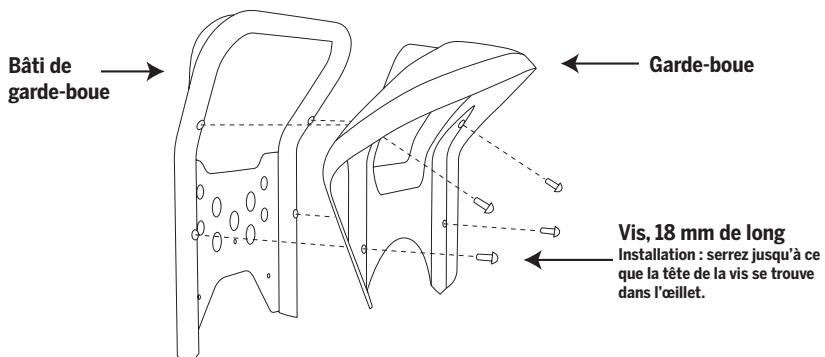

Figure 2. Retrait ou installation du garde-boue et du cadre du garde-boue
4. Pour retirer le garde-boue de son cadre, retirez les (4) vis de 18 mm à l'aide d'une clé hexagonale de 4 mm. Référez-vous à la figure 2.
5. Pour réinstaller le garde-boue sur le cadre, vissez les (4) vis de 18 mm de long (incluses dans ce kit) dans le garde-boue et dans le cadre du garde-boue. À l'aide d'une clé hexagonale de 4 mm, serrez jusqu'à ce que la tête de la vis se trouve dans l'œillet. Donnez ensuite encore $\frac{1}{2}$ ou 1 tour complet.
6. Pour réinstaller l'ensemble garde-boue et cadre, vissez les (3) vis de 28 mm de long (incluses dans ce kit) dans l'ensemble garde-boue et cadre et dans le cache de la boîte d'engrenage. Serrez les vis à un couple de 6,0 Nm à l'aide d'une clé hexagonale de 4 mm.